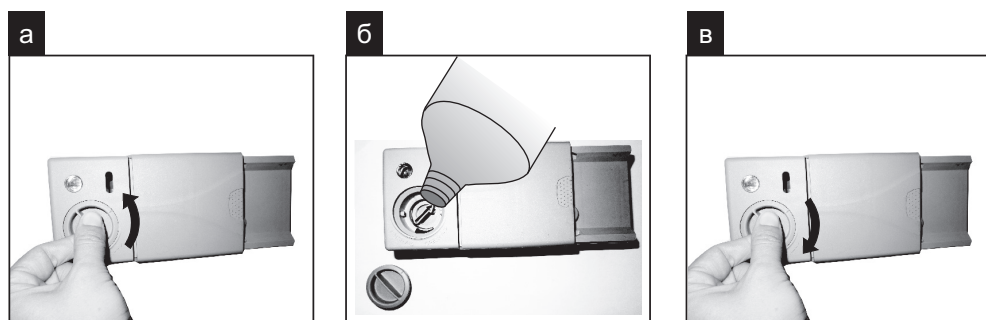

Рис. 1
1. Чтобы открыть дозатор, поверните крышку до отметки «открыть» слева и откройте его (Рис. 1а).
2. Налейте ополаскиватель в дозатор, следя за тем, чтобы не перелить его (Рис. 1б).
3. Плотно закройте крышку, поворачивая ее вправо до отметки «закреть» (Рис. 1в).